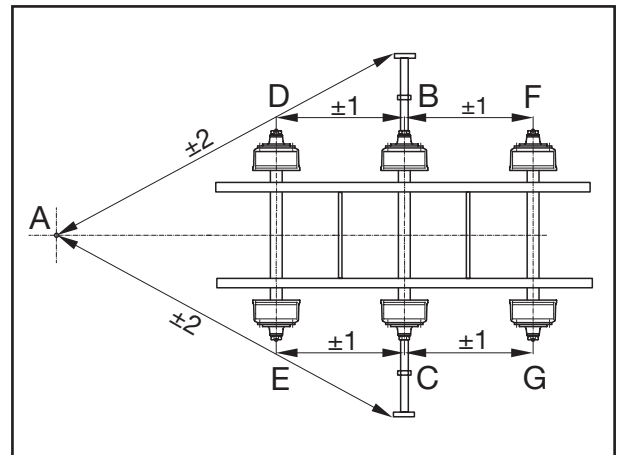
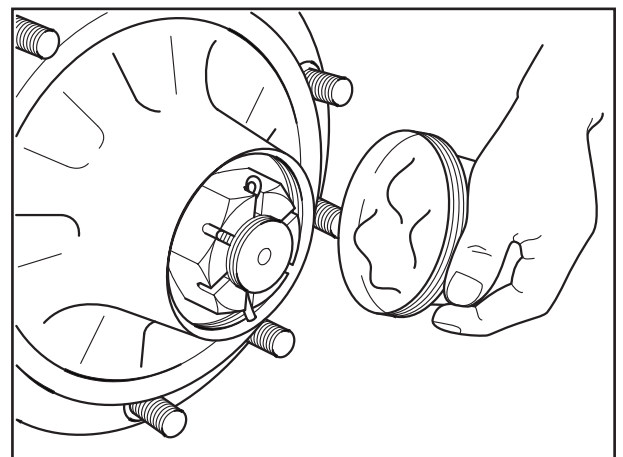

Fig. 4
Fig. 9
- [9] Messungen wiederholen, bis die Diagonalmaße A-B und A-C gleich groß sind (Fig. 4).
[9] Repeat measurements until the diagonal dimensions A-B and A-C are of equal size (Fig. 4).
[9] Répéter les mesures jusqu'à ce que les cotes diagonales A-B et A-C aient les mêmes dimensions (fig. 4)
- [11] Abstand von der Bezugsachse bis zu den nächsten Achsen mit Körnerspitzen im Dreieck der Nabenkapseln (Fig. 9) bzw. bei alten Nabenkapseln in den Ansenkungen der Achsschenkel messen, zul. Toleranz ± 1 mm (Fig. 4).
[11] Measure distance from the reference axle to the nearest axles with lathe centers in the triangle of the hub caps (Fig. 9) or, in the case of old hub caps, in the recesses of the axle stub; permissible tolerance ± 1 mm (Fig. 4).
[11] Mesurer l'écart entre l'essieu de référence et les essieux suivants en posant les extrémités d'un pointeau dans le triangle des capuchons de moyeux (fig. 9) resp., s'il s'agit d'anciens capuchons, dans les creux des fusées, tolérance autorisée ± 1 mm (fig. 4).